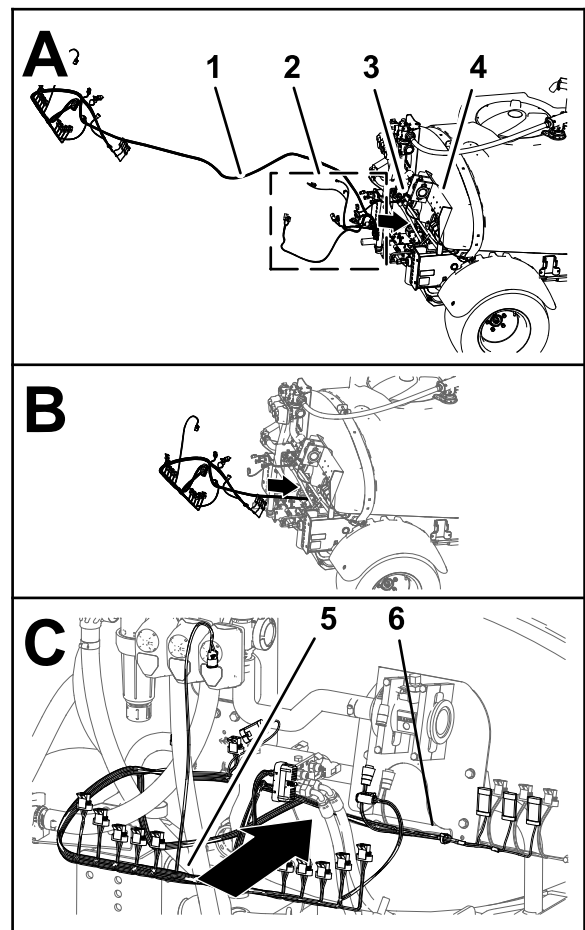
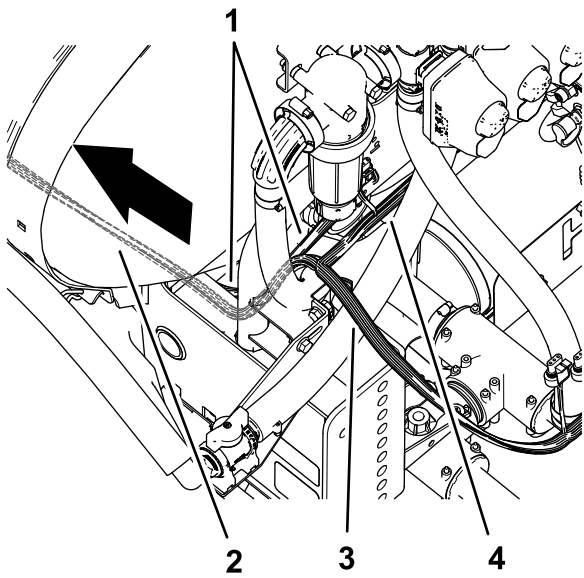

图 78
图 79
2. 将套件线束的 84cm 线束支管、60cm 线束支管以及 66cm 线束支管沿机器线束布置到机器左侧(图 78 和图 79)。